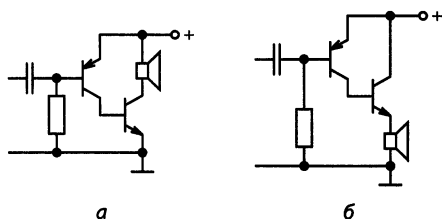

Рис. 9.21. Что выбрать: усилитель с общим эмиттером (а) или эмиттерный повторитель (б)?
**РАДИОЛЮБИТЕЛЬ:** Из двух журнальных схем низкочастотного усилителя (рис. 9.21) мой сосед — юный радиолюбитель решил выбрать второй вариант: применением эмиттерного повторителя можно, как он слышал, снизить выходное сопротивление, согласовав схему с низкоомной нагрузкой. Он прав?